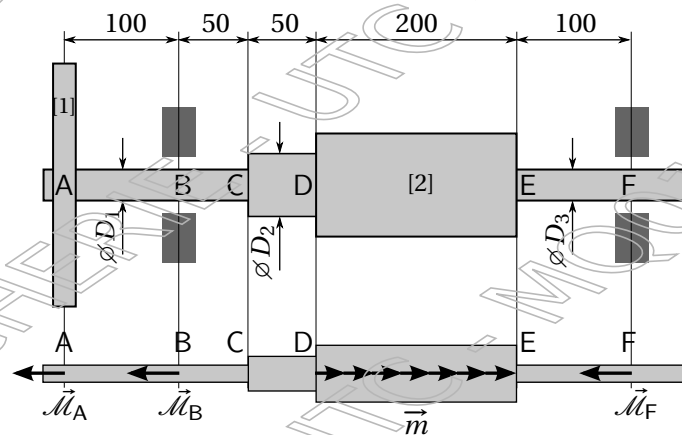

FIG. 1. Représentation schématique du système étudié et moments appliqués sur l'arbre
Nous étudions ici un système constitué d'un moteur électrique et d'un arbre de transmission connecté à une roue dentée [1] au point A (voir figure 1). Le moteur électrique [2] fournit une puissance $\mathcal{P}$ de 4 kW à la vitesse de rotation de 1500 tours par minute. Le moteur génère un moment réparti uniformément le long de DE comme représenté sur la figure 1, ce moment réparti est noté dans la suite $\vec{m}$ (en Nm/m).
- Les dimensions sont données en mm sur la figure 1 ;
4. Dans cette question, on suppose que le diamètre de l'arbre est le même sur la partie ABCD et sur la partie EF, i.e. $D_1 = D_2 = D_3$ (voir figure 1). Quel diamètre faut-il choisir pour les parties ABCD et EF afin d'assurer la résistance en toute sécurité de l'arbre ?
5. On suppose désormais que les diamètres des différentes parties de l'arbre (voir figure 1) sont tels que $D_1 = 20$ mm, $D_2 = 25$ mm et $D_3 = 20$ mm. Déterminer de combien a tourné la section située au point F par rapport à celle située au point A.